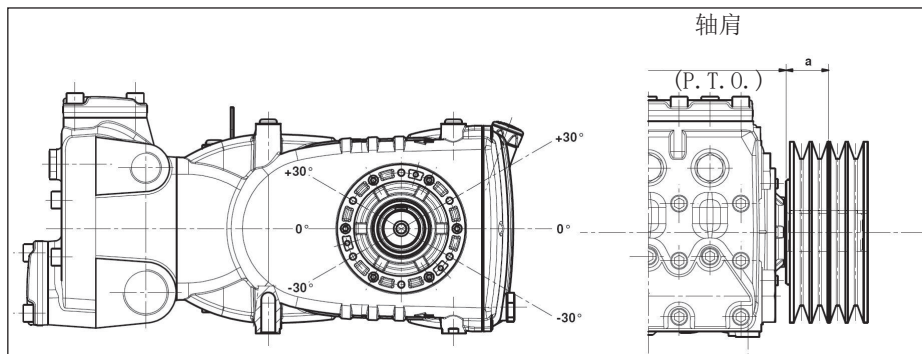

图10
泵轴上的径向载荷不能超过7500 N（布局定义所必须的数值）。只有该载荷作用在距离轴肩（P. T. O.）的一段最大长度 $a = 40 \text{ mm}$ 时，传动才被视为适当，见图10。
- b) 使用高效能皮带 - 例如XPB而不是SPB - 同样的功率传递, 使用的皮带数量会相对少, 继而相对图10的轴肩 (P. T. O.) “a” 的距离也会减少。